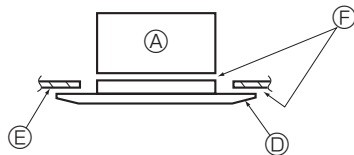

Fig. 5-8
- \* Compruebe que no haya huecos entre la unidad principal y la rejilla o entre la rejilla y el techo. (Fig. 5-8)